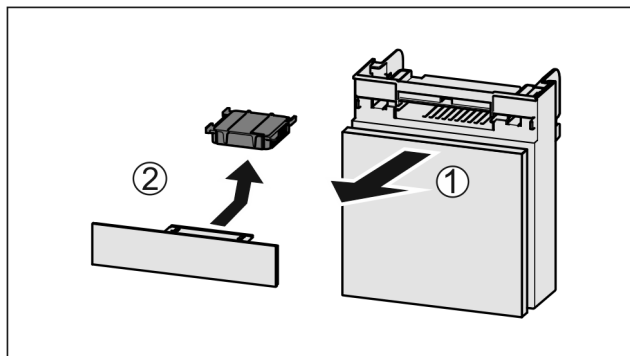

Fig. 254
- Потягніть Fig. 254 (1) відділення вперед.
- Витягнути Fig. 254 (2) фільтр з активованого вугілля.